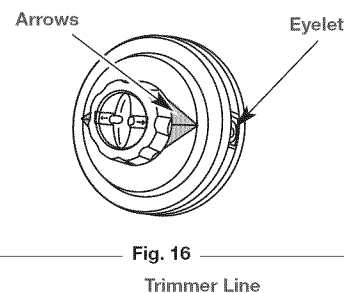

Fig. 16
- Alinee las flechas de la perilla percusiva con los ojetes de la cubierta de la bobina si no lo están (Fig. 16).